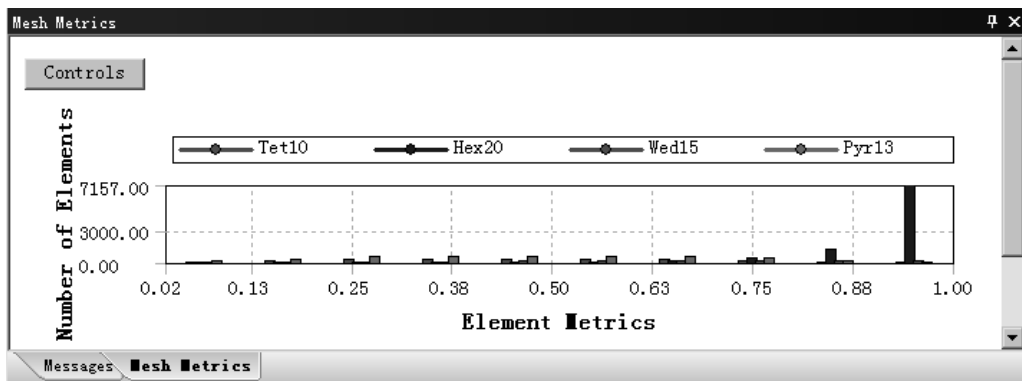

图 4.5.23 检查结果统计图表 (八)
- ◆ Orthogonal Quality (正交品质)。这是网格质量检查的主要方法之一，其值位于 0 和 1 之间，0 最差，1 最好。选择此选项后，在信息栏中打开图 4.5.23 所示的检查结果统计图表。